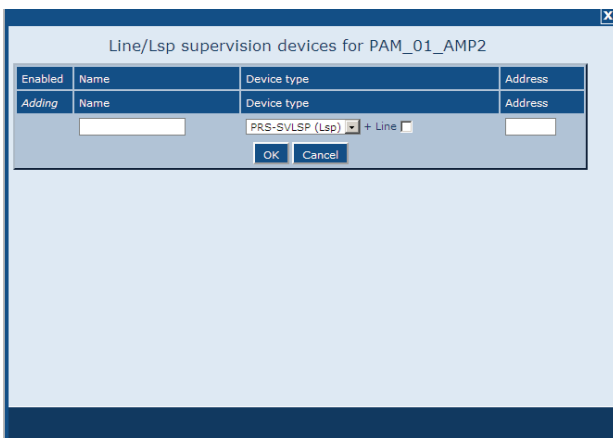

figura 44.16: Agregar dispositivo de supervisión, paso 2
- Haga clic en el botón *Add* para agregar un dispositivo de supervisión nuevo a la salida de audio. Se mostrará una pantalla similar a la indicada en figura 44.16.